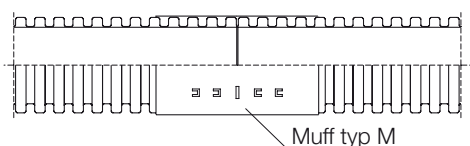
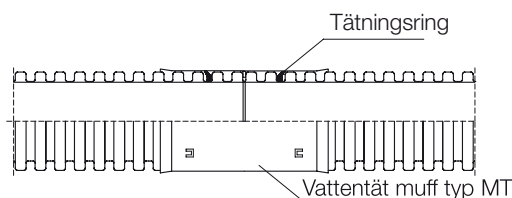

Bild 8 Sammankoppling av rör med grustät muff typ M
Bild 9 Sammankoppling av rör med vattentät muff typ MT
1. Sammankoppling av rör med korrugerad utsida (DVK, DVK-T, DVR, KR) kan göras med hjälp av fabrikstillverkade grustäta muffar typ M (Bild 8) eller vattentäta muffar typ MT (Bild 9). När man använder muffar typ MT skall tätningssringarna placeras i den näst yttersta rillan (Bild 9). För att underlätta sammankoppling bör man smörja tätningen med smörjmedel. Muffar typ M och MT är försedda med låshakar som gör att rören låses fast vid sammantryckning.